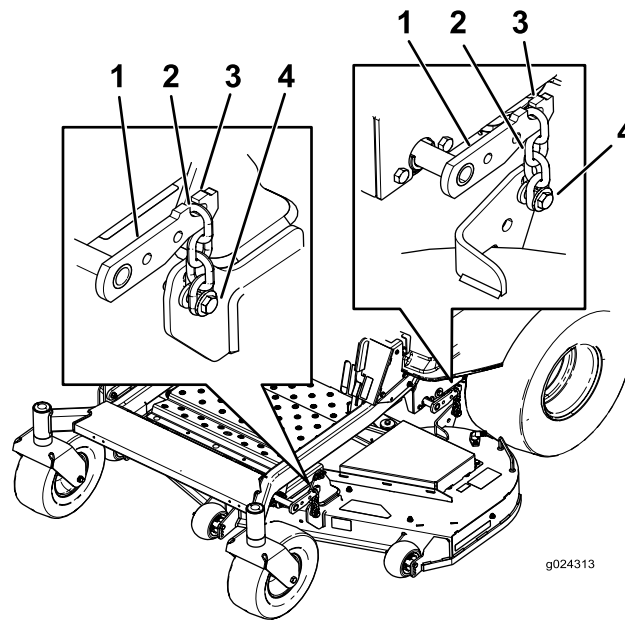

Figura 75
5. Desaperte os parafusos de ajuste nos 4 cantos de forma que a plataforma assente de forma segura nos quatro calços (Figura 75).
6. Certifique-se de que existe tensão nas 4 correias (Figura 75).
7. Aperte os 4 parafusos de ajuste (Figura 75).